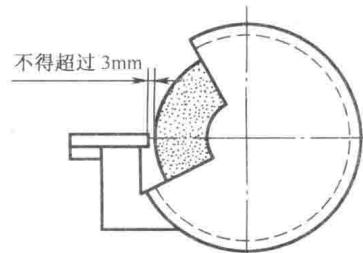

图 1.4 砂轮、托刀架距离
(1) 使用砂轮机时，开动前应首先认真检查砂轮片与防护罩之间有无杂物。砂轮片是否有撞击痕迹或破损。确认无任何问题时再启动砂轮机，观察砂轮的旋转方向是否正确，砂轮的旋转是否平稳，有无异常现象。待砂轮正常运转后(一般空运转时间需 3 min 以上)，再进行磨削。
(2) 检查托刀架是否完好和牢固，与砂轮之间的间隙距离是否控制在 3mm 之内(见图 1.4)，并小于被磨工件最小外形尺寸的 1/2。距离过大可能造成磨削件轧入砂轮与托刀架之间而发生事故。
(3) 磨削时，站立位置和姿势必须规范，操作者应站在砂轮机侧面或斜侧面位置，以防砂轮碎裂飞出伤人。严禁面对砂轮操作，避免在砂轮侧面进行刃磨。
(4) 忌在砂轮机上磨铝、铜等有色金属和木料。当砂轮磨损超过极限时(砂轮外径大约比心轴直径大 50mm)就应更换新砂轮。
(5) 使用时，手切忌碰到砂轮片上，以免磨伤手。不能将工件或刀具与砂轮猛撞或施加过大的压力，以防砂轮碎裂。如发现砂轮表面跳动严重时，应及时用砂轮修整器进行修整。
(6) 长度小于 50mm 的较小工件磨削时，应用手虎钳或其他工具牢固夹住，不得用手直接握持工件，防止工件脱落在防护罩内卡破砂轮。
(7) 操作时必须戴防护眼镜，防止火花溅入眼睛。不允许戴手套操作，以免被卷入发生危险。不允许二人同时使用同一片砂轮，严禁围堆操作。
(8) 砂轮机在使用时，其声音应始终正常，如发生尖叫声、“嗡嗡”声或其他噪声时，应立即停止使用，关掉开关，切断电源，并通知专业人员检查修理后，方可继续使用。
(9) 合理选择砂轮。刃磨工具钢刀具和清理工件毛刺时，应使用白色氧化铝砂轮；刃磨硬质合金刀具则应使用绿色碳化硅砂轮。磨削淬火钢时应及时蘸水冷却，防止烧焦退火；磨削硬质合金时不可蘸水冷却，防止硬质合金碎裂。
(10) 使用完毕后，应立即切断电源，清理现场，养成良好的工作习惯。